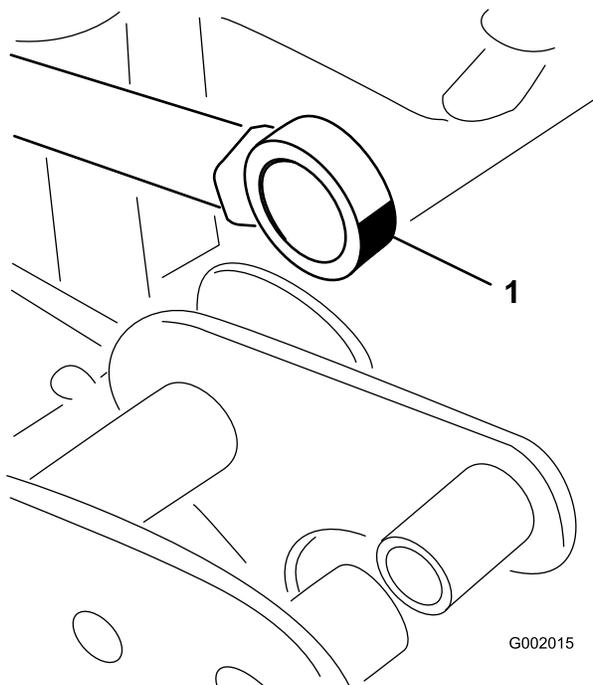

Figura 50
5. Manipule el extremo del cojinete del émbolo del actuador y aplique grasa al cojinete (Figura 50). Limpie cualquier exceso de grasa.